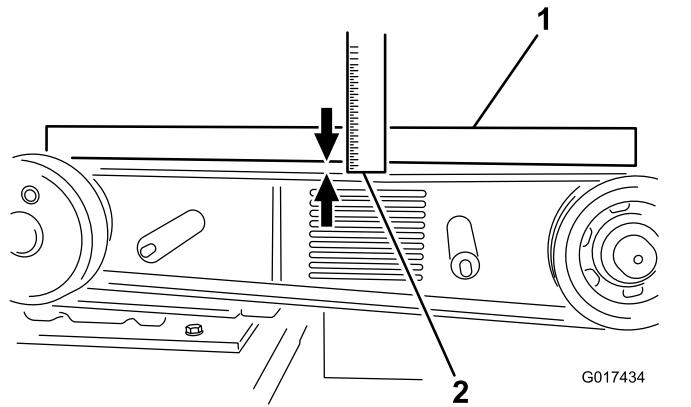

Figura 26
8. Posate un regolo trasversalmente sulle pulegge di frizione e volano. Serrate il bullone di tensione della cinghia in modo che vi sia una flessione di 10 mm nella cinghia quando viene spinta verso il basso con una forza di 6,8 kg a media lunghezza (durante il ritensionamento di una cinghia in uso) o con una forza di 8 kg durante l'installazione di una nuova cinghia (Figura 26).